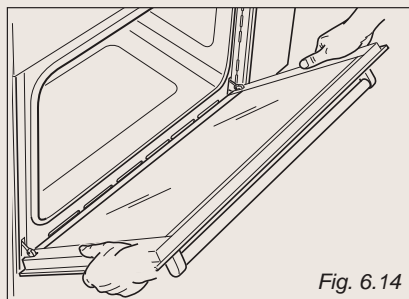

Fig. 6.14
- * Tenez la porte (fig. 6.14).